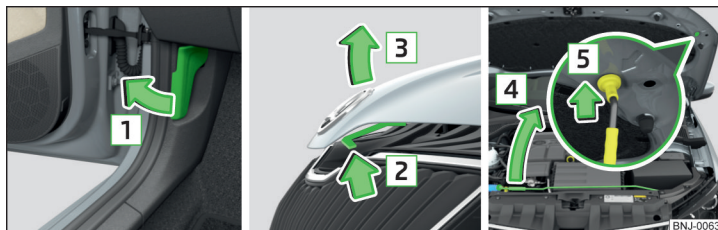

Fig. 246 Abrir el capó
- Abra la puerta delantera y tire de la palanca de desbloqueo ubicada debajo del tablero de instrumentos en el sentido de la flecha **1** » fig. 246.